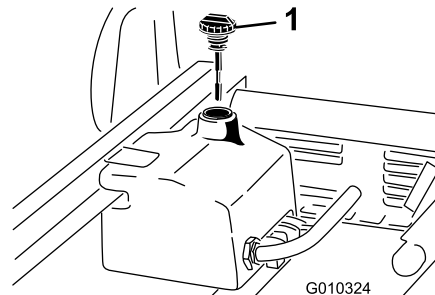

図 17
1. 油圧オイルタンクの注油口周辺をきれいに拭き、キャップ (図 17) を外す。給油口からキャップを取る。
2. 補給口の首からディップスティック (図 17) を抜き、ウェスできれいに拭く。もう一度首に差し込んで引き抜き、オイルの量を点検する。2本のマークの間であれば適正である。